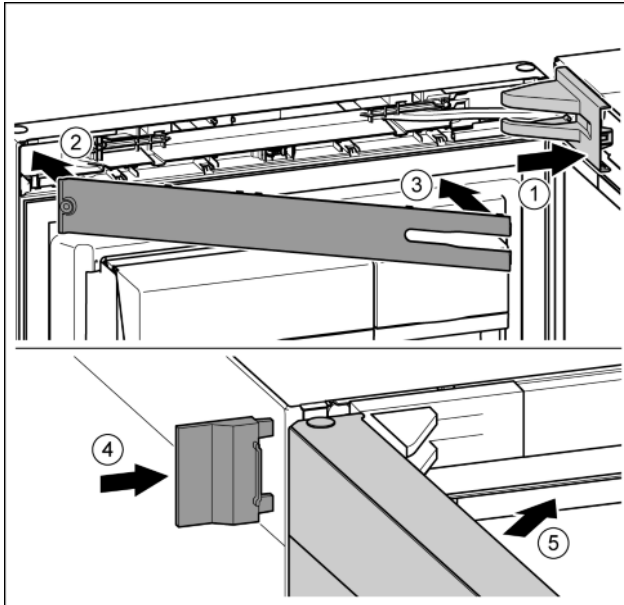

Fig. 26
- ▶ Поставете и фиксирайте капака на лагерната стойка, при нужда внимателно го натиснете настрани. Fig. 26 (1)
- ▶ Поставете капачката. Fig. 26 (2)
- ▶ Завъртете навътре капачката и я фиксирайте. Fig. 26 (3)
- ▶ Нахлузете външния капак. Fig. 26 (4)
- ▶ Затворете горната врата. Fig. 26 (5)